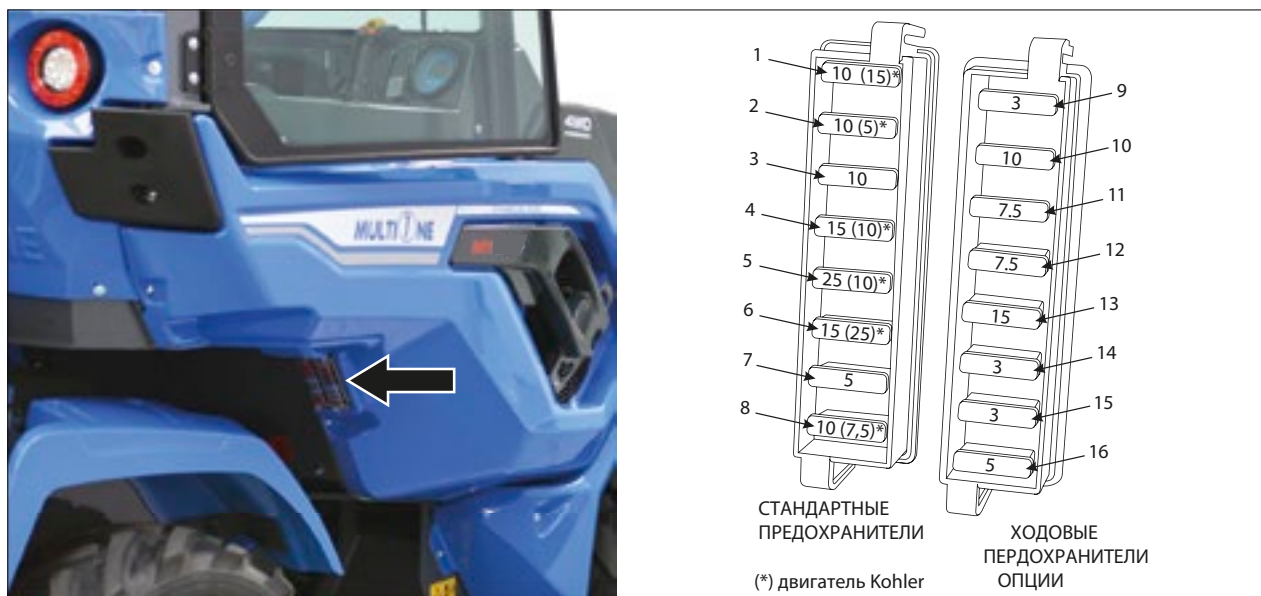

РИС. 50
- 1) Снимите крышку, расположенную с правой стороны машины (см. РИС. 50).